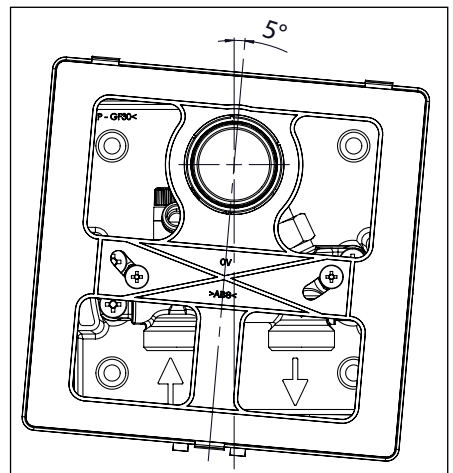

Fig. 5.6 Déport angulaire
Pour la fixation du cadre (3), dévisser les supports (5) jusqu'à ce que la partie frontale soit à fleur avec le mur fini (6). Les supports du cadre (5) sont fixés au corps du robinet (8) à l'aide des contre-écrous hexagonaux (7). D'abord, le cadre (3) est glissé par dessus la tête thermostatique (1). Ensuite il est monté sur les supports du cadre (5) et fixé à l'aide de deux vis (9). Un déport angulaire de $\pm 5^\circ$ de la boîte d'installation (10) peut être compensé à l'aide des trous oblongs (fig. 5.6). Le cadre (3) doit être à fleur avec la surface du mur (6). Réajuster les supports du cadre (5) si nécessaire. Faire glisser le capot (4) par-dessus la tête thermostatique (1) et le fixer par clipsage.